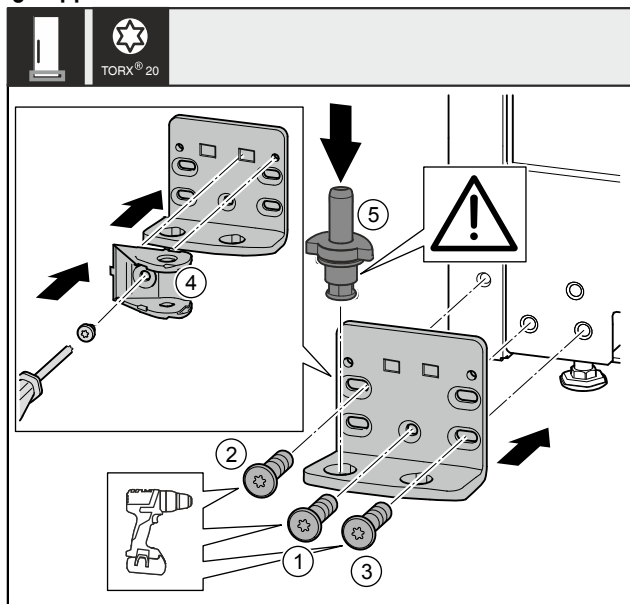

Fig. 38
- Applicare il blocco di supporto sull'altro lato e avvitare con l'aiuto di un cacciavite. Iniziare dalla vite Fig. 38 (1) in basso al centro.
- Stringere la vite Fig. 38 (2) e la vite Fig. 38 (3).
- Ruotare di 180° il collegamento dell'ammortizzatore di chiusura Fig. 38 (4). Sull'altro lato del blocco di supporto avvitare con un cacciavite.
- Inserire completamente i perni di supporto Fig. 38 (5). Facendo ciò assicurarsi che la camma di arresto sia rivolta all'indietro.